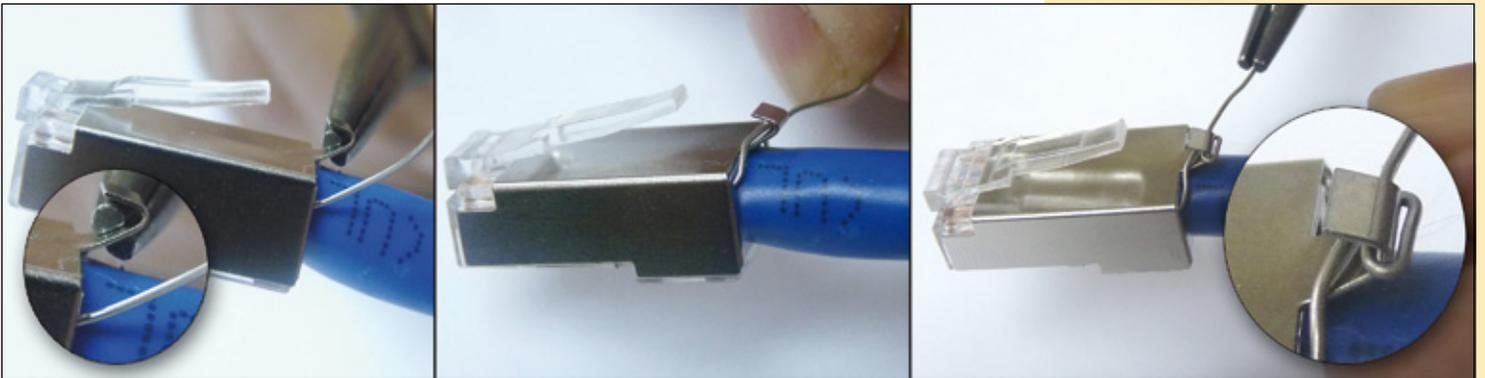

Figura 22
- 17 Proceda a doblar ligeramente la pestaña en un ángulo de 30 ° respecto al plano del cuerpo del plug y sujetar el conductor de aterramiento de dicha pestaña (1 ½ vueltas), tal como se muestra en el grupo de imágenes de la Figura 22.